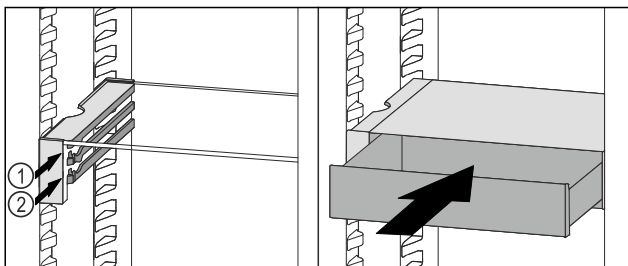

Fig. 182
- Posizionare il cassetto VarioSafe dietro i tappi sulla nervatura desiderata Fig. 182 (1) o Fig. 182 (2).